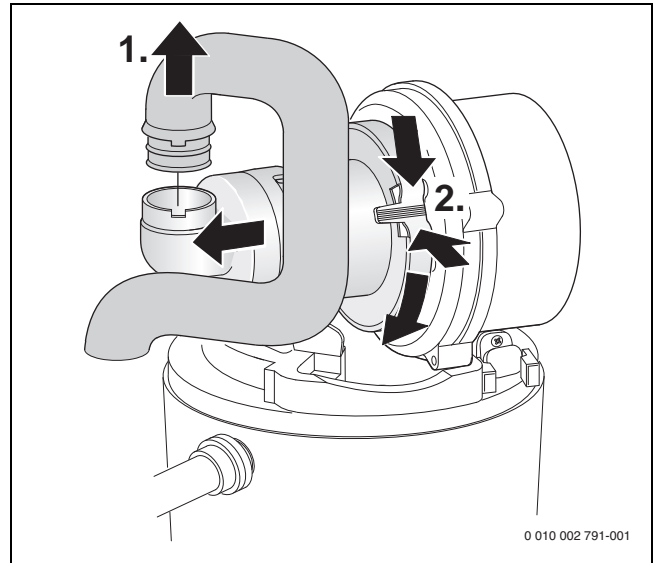

Рис. 51 Демонтаж всасывающей трубы и смесительного устройства
- ▶ Демонтируйте смесительное устройство (→ рис. 51).